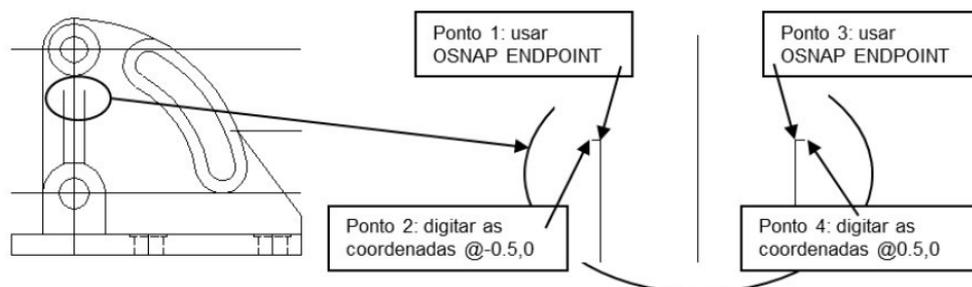

Figura 10 - “Dica” para se desenhar os terminais da parte superior da nervura.
42. Para se desenhar os terminais da parte superior da nervura deve-se, inicialmente, apagar a linha de construção que limita a parte superior da nervura. Em seguida, dê um *ZOOM EXTENTS* na parte superior da nervura para melhor visualização. Entre no comando *LINE* e desenhe duas linhas, cujas coordenadas são especificadas na figura 10.